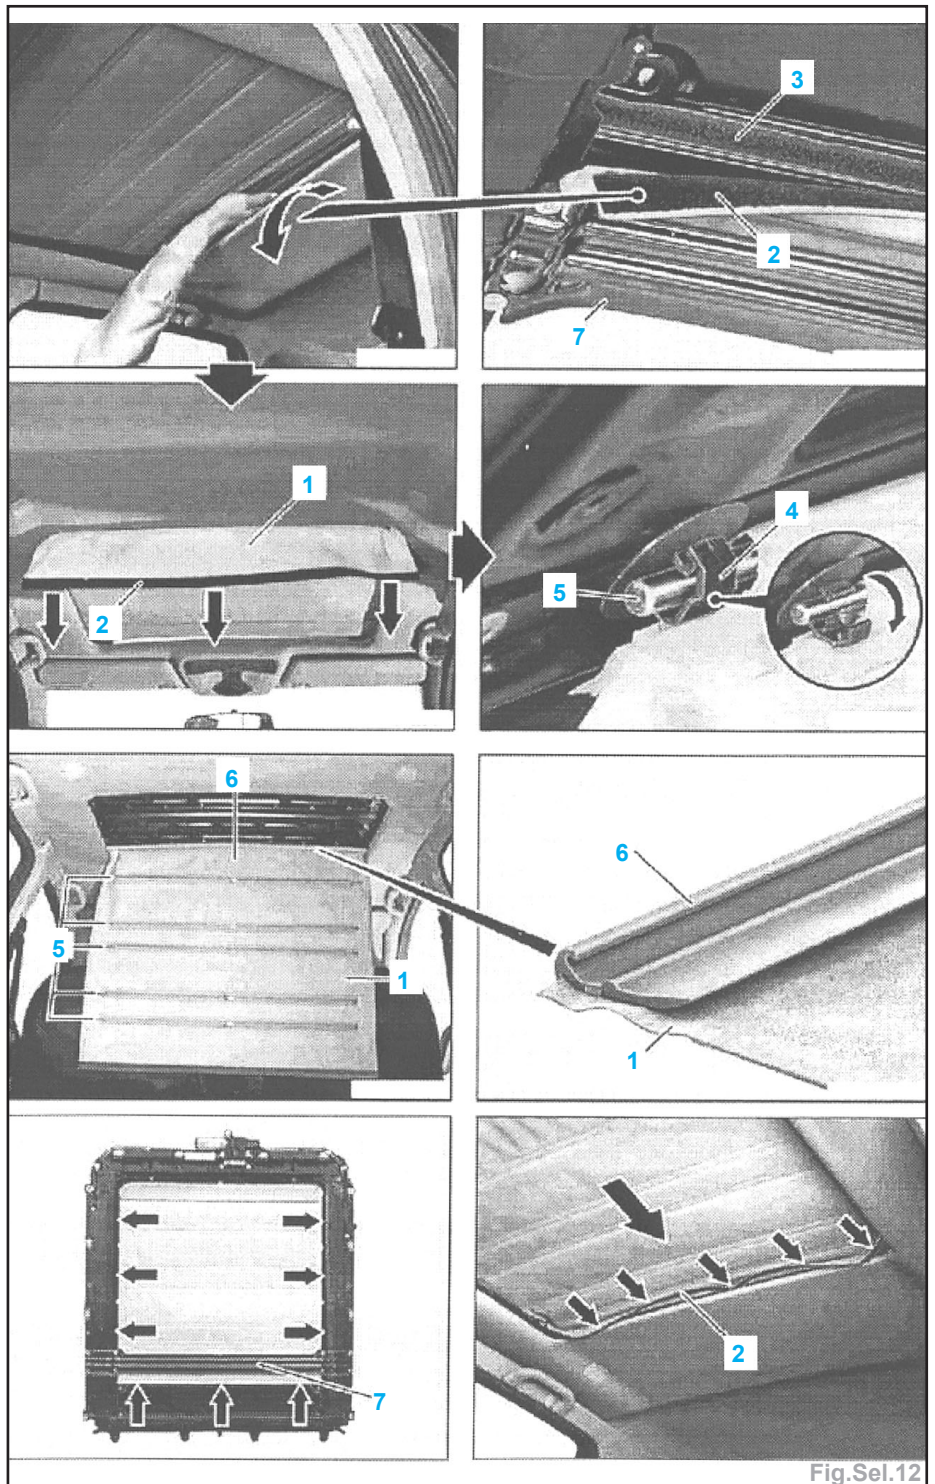

Fig.Sel.12
- Tirer un peu vers le bas la garniture Int. du pavillon sur la découpe pour le toit, introduire la main à plat entre l'élément central du cadre (7) et la garniture Int. du pavillon et arracher la bande autoagrippante (2) fixée sur la garniture pliante (3) (Fig.Sel.12).